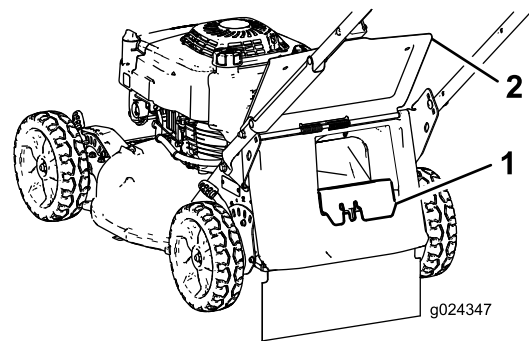

Bild 15
- Wenn die Heckauswurfklappe nicht eingesetzt ist, fassen Sie sie am Griff an, heben Sie die Heckklappe an und setzen sie in den Heckauswurfkanal ein, bis der Riegel einrastet (Bild 15).
3. Drücken Sie zum Entfernen der Heckauswurfklappe mit dem Daumen auf den Riegel und ziehen die Klappe aus der Maschine (Bild 15).